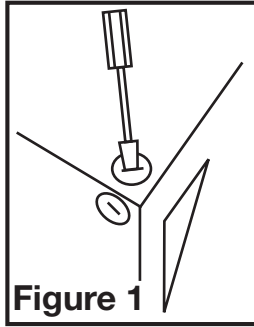

Figure 1
3. Sélectionner l'alvéole défonçable la mieux appropriée et l'enlever à l'aide d'un tournevis à lame plate (Figure 1).